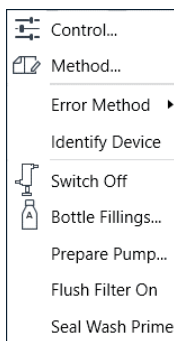

Figura 7 Menu de contexto
- Altere o solvente de lavagem do selo e acione a função Prime de Lavagem do Selo no menu de contexto (consulte a Figura 7 na página 13).